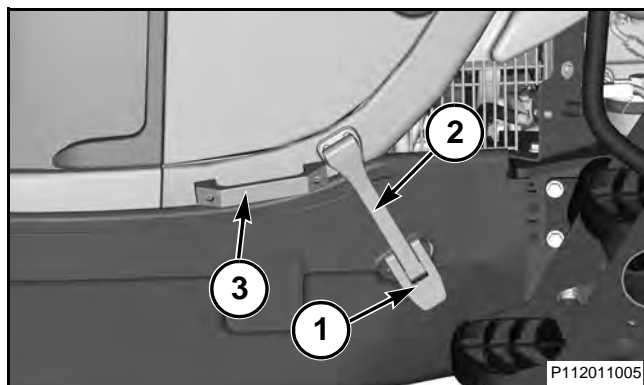

FIG. 2
FIG. 2: Para levantar el capó, tire lentamente hacia afuera del pestillo de plástico (1). Esto le permitirá soltar la banda de caucho (2) del capó. Suelte los pestillos de plástico y las bandas de caucho del otro lado de la máquina.